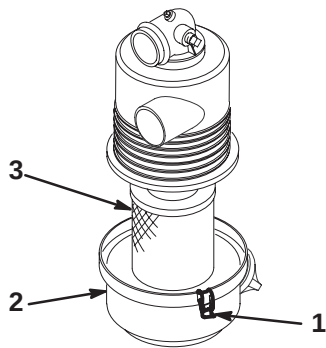

Figure 27
3. Desserrez les fixations qui maintiennent le couvercle sur le corps du filtre à air. Otez le couvercle du corps et nettoyez l'intérieur du couvercle (Fig. 27).
4. Sortez l'élément filtrant du corps du filtre avec précaution pour ne pas déloger trop de poussière (Fig. 27). Evitez de cogner l'élément contre les parois du filtre.